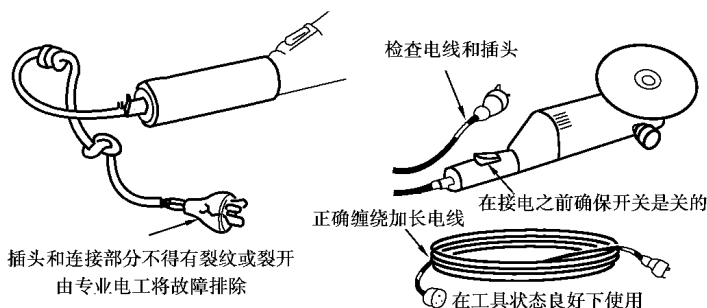

图 2.5.1 电动工具的检查
1. 不要使用电线或插头已坏的电动工具,如图 2.5.1 所示。